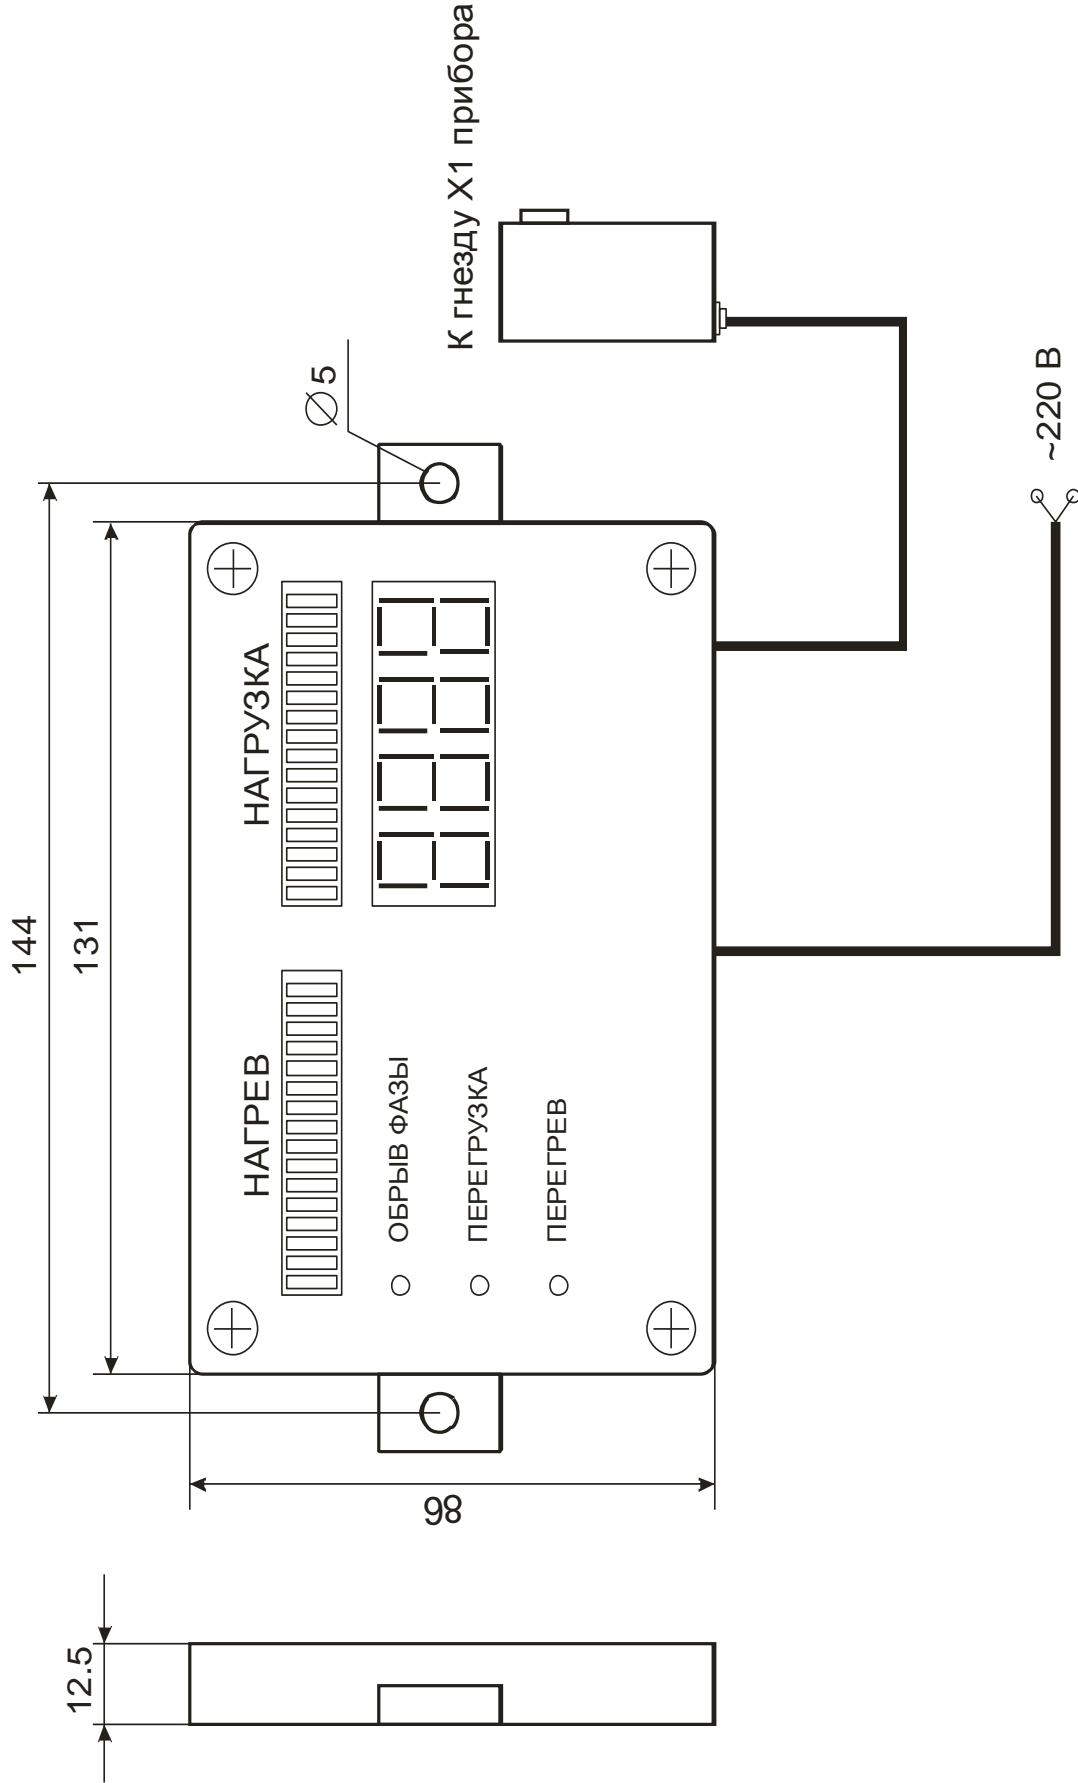

Рисунок 9 - внешний вид панели индикации ИС
5.18 Панель индикации ИС (рис. 9) предназначена для стационарной установки на рабочем месте оператора для оперативного наблюдения за работой и состоянием контролируемого объекта.